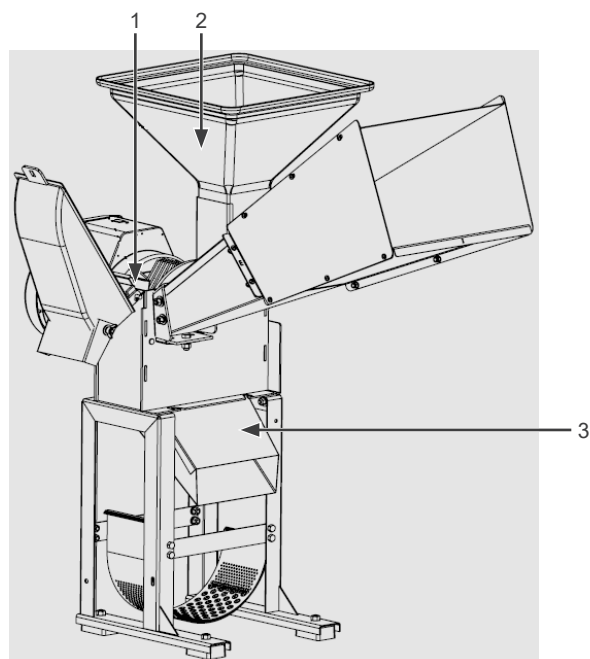

Figura 6.2: Triturador de grãos
- Encaixe a chapa de fechamento da tampa (1), conforme Figura 6.2 na página 6-2.